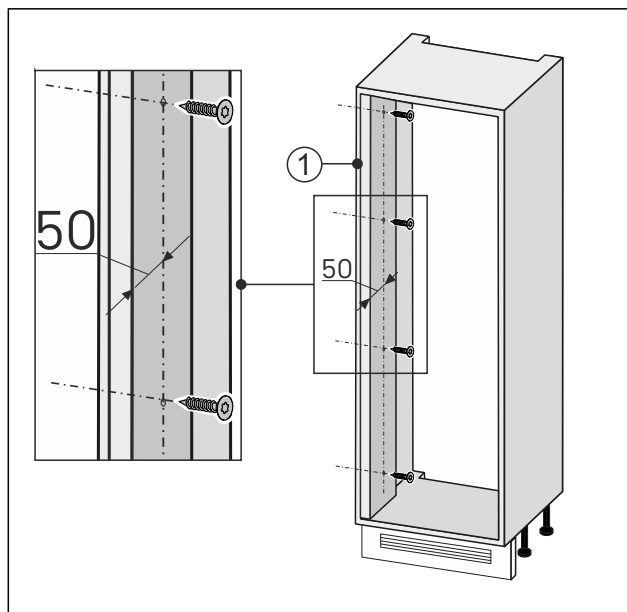

Fig. 93
- Завинтете изравнителя за стена на страната на отваряне на вратата Fig. 93 (1) с мебелната ниша.